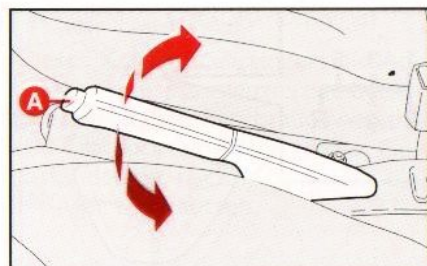

Abb. 1
1) Den Hebel etwas hoch ziehen und den Entriegelungsknopf **A**, **Abb. 1** drücken.